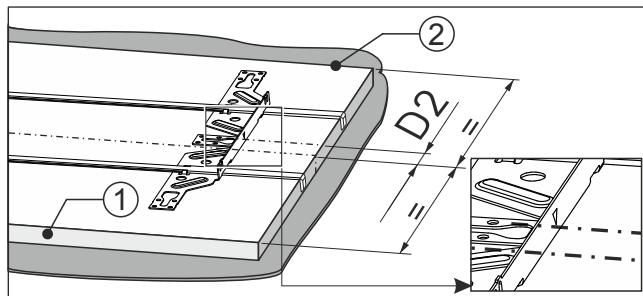

Fig. 97
- ▶ Oznaka pritrdilnega prečnika leži na oznaki Fig. 97 (D2).